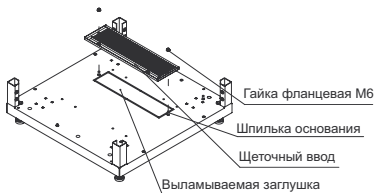

Рисунок 11 – Монтаж кабельного ввода
4.3.8.1 Для монтажа щеточных кабельных вводов в основании шкафа необходимо выломать металлические заглушки, совместить посадочные отверстия в кабельном вводе с осями шпилек основания, затем притянуть их к основанию двумя гайками М6 с фланцем (рисунок 11).